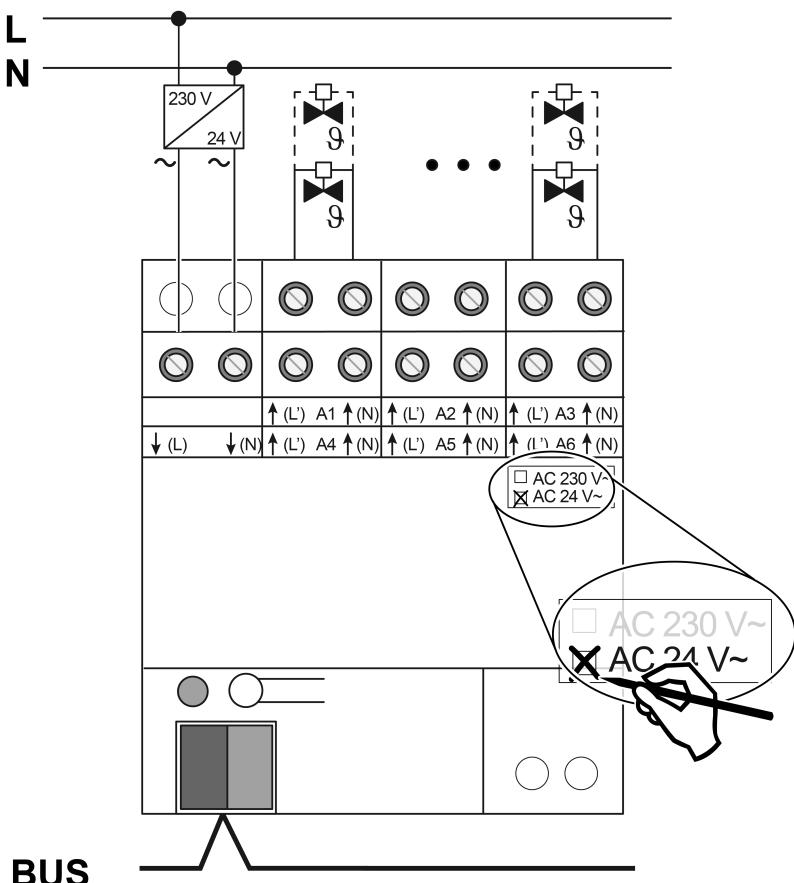

Figura 3: Collegamento sistemi di attuazione 24 V
- Collegare i sistemi di attuazione AC 24 V secondo lo schema elettrico degli allacciamenti (Vedi figura 3).
- Collegare l'alimentazione per gli attuatori sui morsetti $\downarrow(L)$ e $\downarrow(N)$ (1).